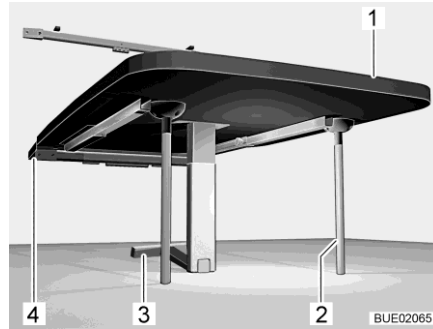

Bild 135 Hängetisch als Bettunterbau
- Tischplatte (Bild 135,1) vorn anheben.
- Unteren Teil des Gelenkstützfußes (Bild 135,3) um 90° umklappen.
- Zwei zusätzliche Stützfüße (Bild 135,2) in Aufnahmen an der Unterseite der Tischplatte einsetzen.
- Tisch in die untere Halteleiste (Bild 135,4) einsetzen und verriegeln.